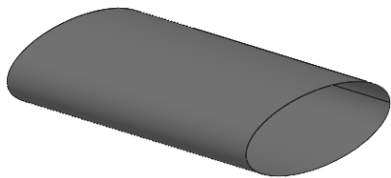

图 2.5.6 放样折弯 1
Step6. 创建图 2.5.6 所示的放样折弯 1。选择下拉菜单 **插入(I)** → **钣金(B)** → **放样的折弯(L)...** 命令；依次选取草图 2 和草图 3 作为放样折弯特征的轮廓；在“放样折弯”对话框的 **厚度** 文本框中输入数值 1；单击 按钮，完成放样折弯特征的创建。